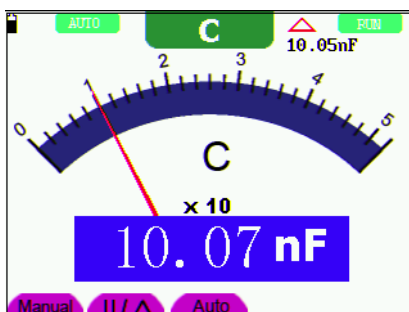

Рисунок 24. Измерение емкости
4. Подсоедините красный и черный измерительные провода к обследуемой емкости, и ее измеренное значение появится на дисплее (см. рисунок 24).